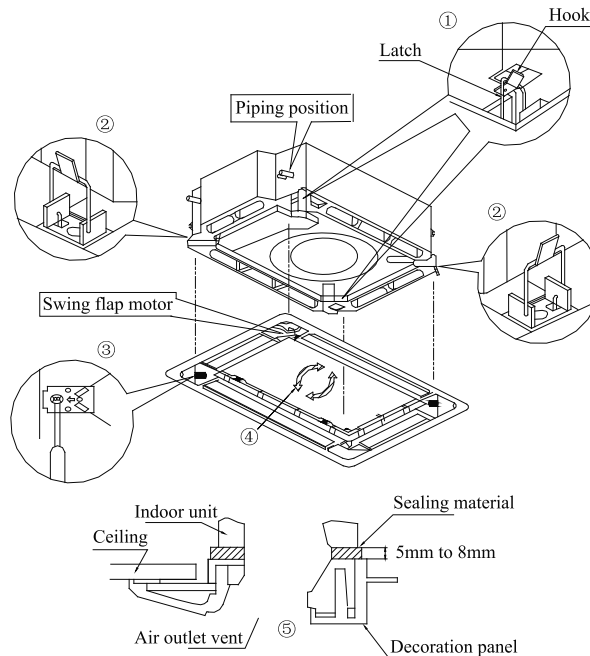

Fig.13
1. Applicare il pannello al corpo dell'unità interna facendo coincidere la posizione del motore delle alette del pannello con la posizione dei tubi dell'unità interna, come mostrato nella fig.13.
① Installare temporaneamente il pannello sull'unità interna. Per l'installazione, inserire l'occhiello di attacco sul gancio situato sul lato opposto alle alette sul pannello dell'unità interna. (2 posizioni)
② Inserire gli altri 2 occhielli di attacco sui ganci situati ai lati dell'unità interna. (Fare attenzione a evitare che il cavo del motore resti intrappolato nel materiale di tenuta.)
③ Avvitare le 4 viti a testa esagonale sotto gli occhielli di attacco per circa 15 mm. (Il pannello si potrebbe sollevare)
④ Regolare il pannello ruotandolo nella direzione indicata dalla freccia, come mostrato nella fig.13, in modo che il pannello adattatore sia ben collegato al soffitto.
⑤ Stringere le viti fino a ridurre lo spessore del materiale di tenuta tra il pannello e l'unità interna a 5-8 mm.